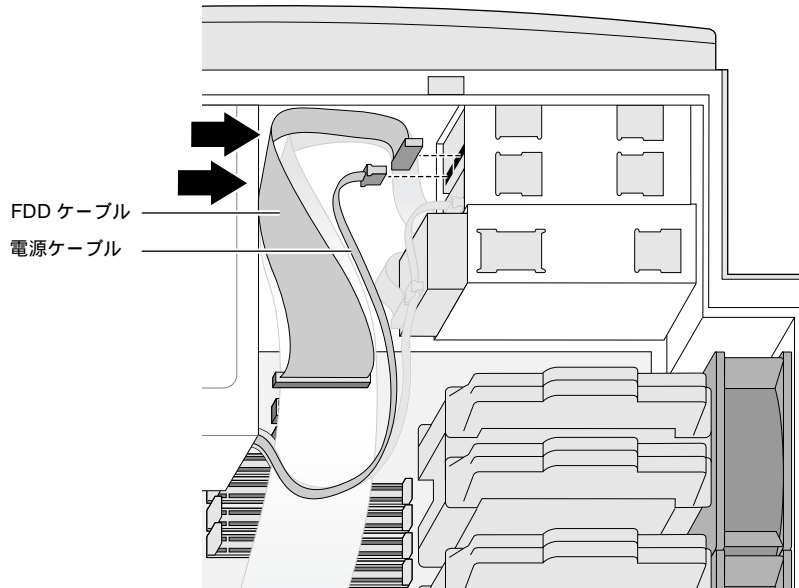

図 4-8 FDD ケーブルの接続
- 電源ケーブルをフロッピードライブの背面に接続します。ケーブルは、正しい方向以外には挿入できない形になっています(図 4-8)。